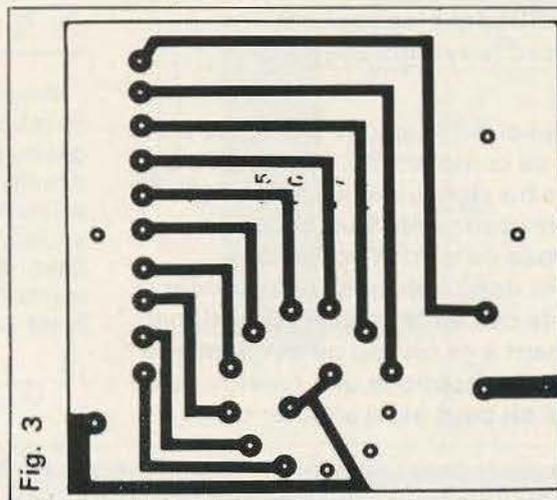

Fig. 3
**Fig. 3. et 4. – Exemple d'un signal en escalier. Le circuit SN74154 fournit 16 signaux, un à la fois, espacés d'un certain temps, déterminé par l'oscillateur horloge.**
résistances « Ladder ». Ces résistances  $R_5$  à  $R_{12}$  doivent être à tolérance étroite, 5 % maximum, afin que le signal en escalier ait des paliers bien égaux. De ce réseau de résistances dépend la précision du Bar-Graph. Ce signal en escalier fait l'objet de la figure 3, c'est lui qui est appliqué à l'entrée inverseuse du comparateur, réalisé ici avec un 741. L'entrée non inverseuse du comparateur est reliée à l'entrée du montage à travers  $R_2$ , 20 k $\Omega$ . Sa sortie « broche 6 » est connectée aux anodes de 16 diodes LED à travers une résistance  $R_1$ , 270  $\Omega$ , et  $D_{17}$ , 1N914. Ces deux composants servent de protection pour les LED.